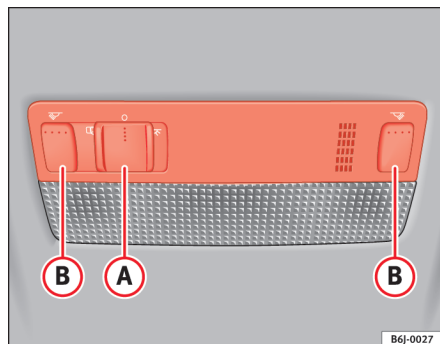

Fig. 57 Lampe de lecture avant
Appuyez sur la touche correspondante (B) ⇒ fig. 57 pour allumer la lampe de lecture.